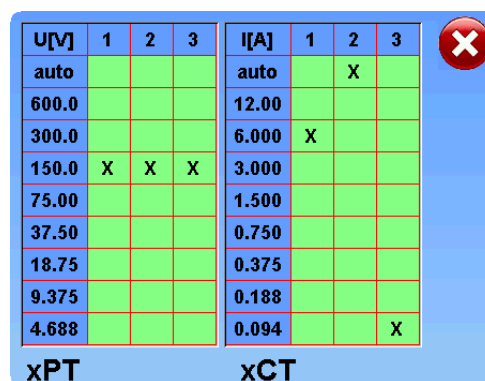

Abb.6.5. Fenster zur Bereichsauswahl
- Das Feld aufrufen U1=auto U2=auto U3=auto I1=auto I2=auto I3=auto (☞ Abb.6.1) um das Messbereichsfenster zu öffnen (☞ Abb.6.5).